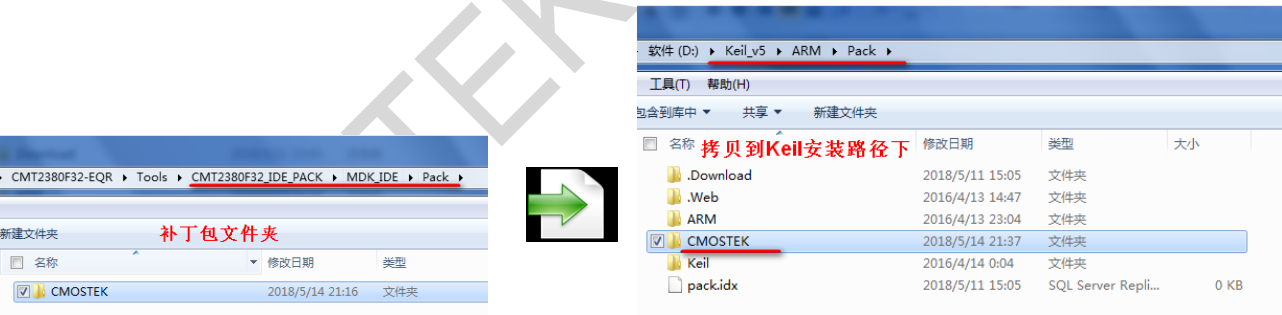

图 3-2. 拷贝 Keil 补丁包
1. 把 Pack 文件夹下内容拷贝到用户的 Keil IDE 安装路径下，同名字文件夹内。如下图 3-2 所示：